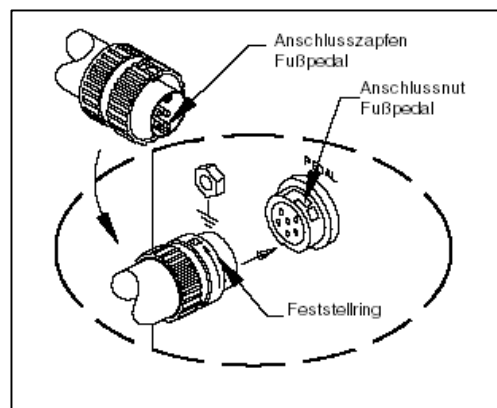

Abbildung 3b
8. Falls Sie ein optionales Fußpedal erworben haben, schließen Sie dessen Stecker an der PEDAL-Buchse an der Rückseite des Netzgeräts an. Siehe Abb. 3b. Installieren Sie nach Bedarf zusätzliche Handeinheiten und sonstiges Zubehör.